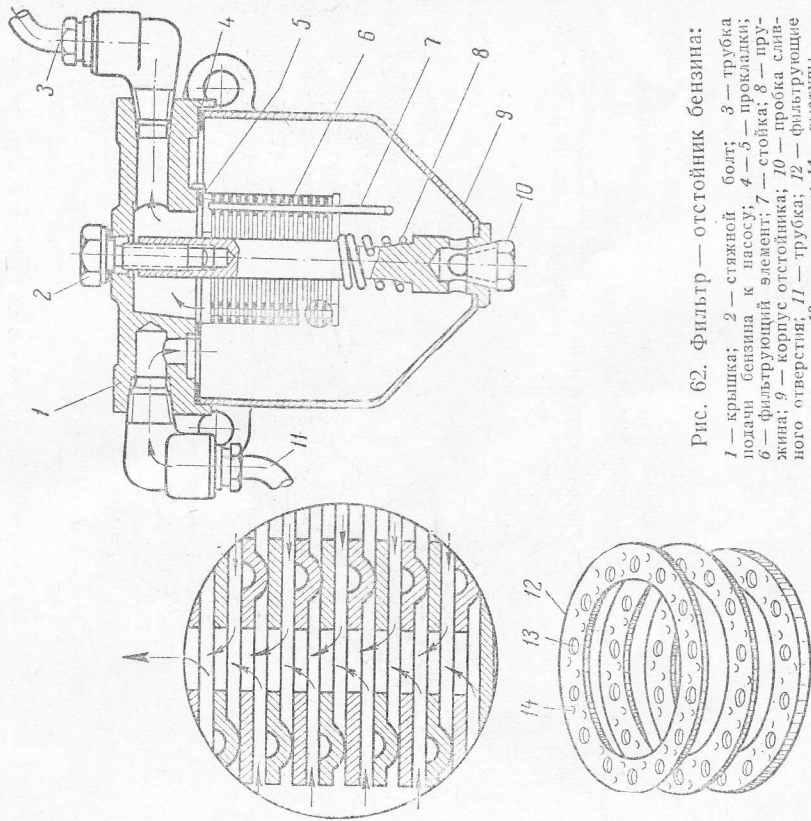

Рис. 62. Фильтр — отстойник бензина:
3. **Фильтр-отстойник** (рис. 62) служит для очистки бензина от механических примесей и воды. Он состоит из отстойника 9 и фильтрующего пакета 6. Фильтрующий пакет задерживает крупные примеси размером более 0,05 мм.